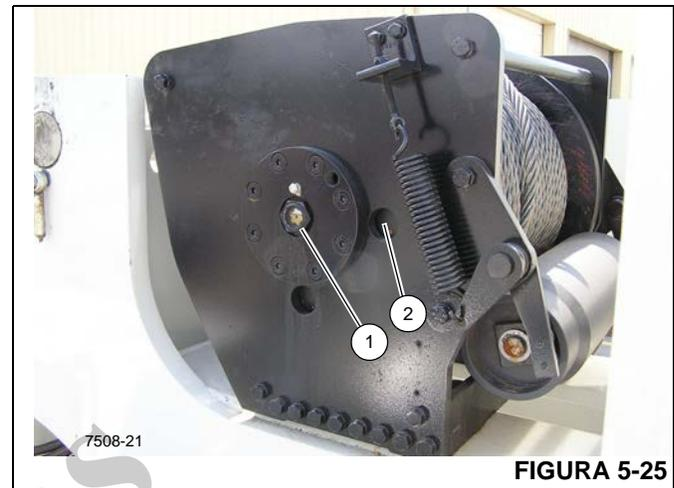

FIGURA 5-25
3. Verificar o nível de lubrificante. O nível do óleo deve ser visível no indicador visual (1, Figura 5-25).
- a. Limpar em torno do bujão de enchimento (2) e remover o bujão de enchimento.